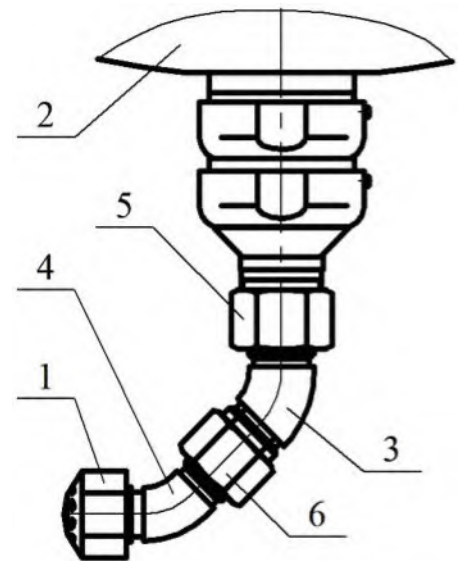

Рисунок 17
6.13 Вместо трубной разводки МУПТВ может быть оснащен одним насадком-распылителем «ТРВ-Тунгус-Df» (для тушения очагов пожара классов А, В) или «ТРВ-Тунгус-Dс» (для тушения открытых проливов горючих жидкостей), обеспечивающим с помощью переходника (см. рисунок 17) направленную (под любым углом) подачу ОТВ в зону пожара с целью устранения затененных «мертвых» зон.